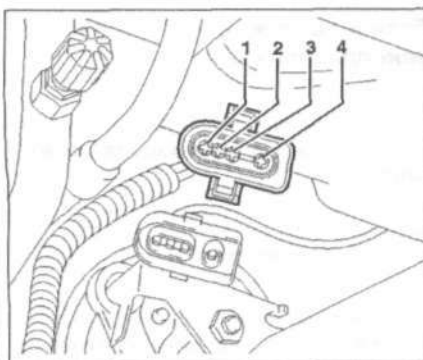

Рис. 5.46. Отсоедините четырехконтактный разъем проводки от датчика кислорода 1.
11. Отсоедините четырехконтактный разъем проводки от датчика кислорода 1 (рис. 5.46).
1. Отсоедините четырехконтактный разъем проводки от датчика кислорода 1 (рис. 5.46).